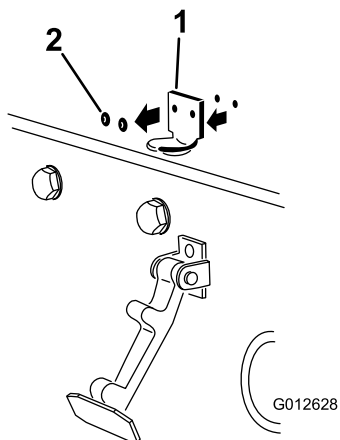

Figura 12
2. Rimuovete i (2) rivetti che fissano la staffa del fermo del cofano al cofano (Figura 12) e rimuovete la staffa del fermo dal cofano.